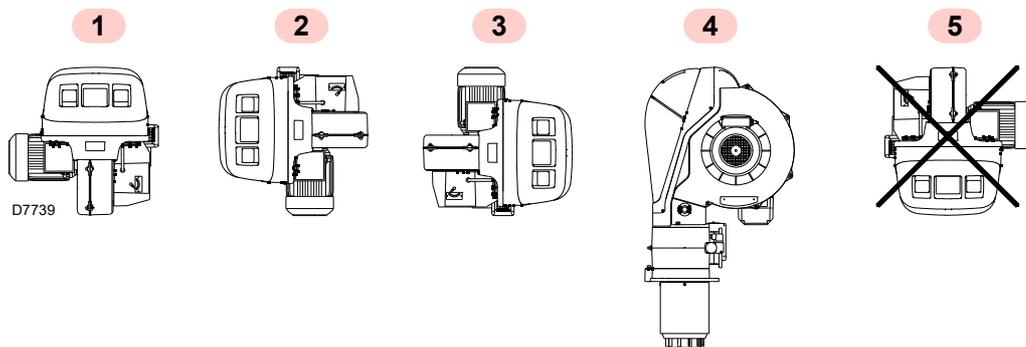

Fig. 11
- Il bruciatore è predisposto esclusivamente per il funzionamento nelle posizioni 1, 2, 3 e 4 (Fig. 11).